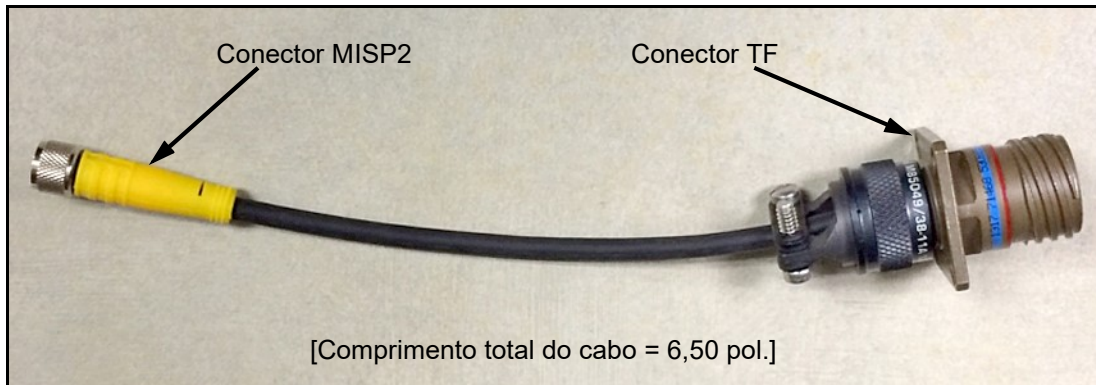

Figura 5: Cabo conversor TF-MISP2
Se um sistema de medição de umidade existente usar uma sonda de umidade **TF-Series**, o cabo desta sonda pode ser adaptado para uso com uma sonda **MISP2**. Para modificar o sistema existente, consulte a *Figura 5* abaixo e complete as etapas a seguir:
3. Usando um adaptador de cabo da Panametrics 704-1362-00, mostrado na *Figura 5* acima, conecte uma ponta do cabo à sonda **MISP2** e a outra extremidade ao conector de cabo **TF-Series** existente.